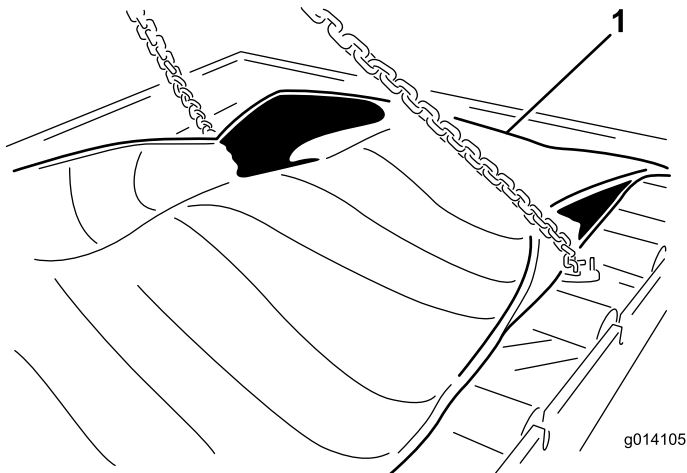

Bild 48
23. Entfernen Sie die 24 Schrauben, um den Einsatz zu lösen (Bild 48).